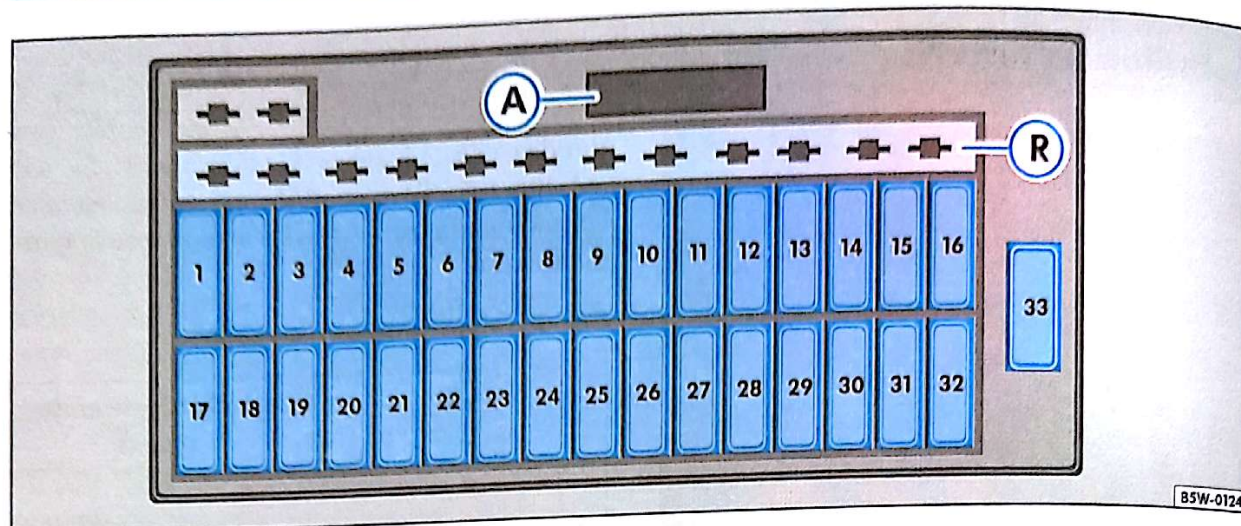

Fig. 128 Caixa de fusíveis
- Remova o respectivo fusível com o extrator (A) que se encontra fixado na parte frontal da caixa de fusíveis, acima dos fusíveis de reserva ⇒ Página 194, fig. 128 (R).
rior da caixa de fusíveis (R) ⇒ Página 194, fig. 128 (5A, 10A, 15A, 20A, 25A e 30A para veículos sem ar condicionado ou 40A para veículos com ar condicionado).